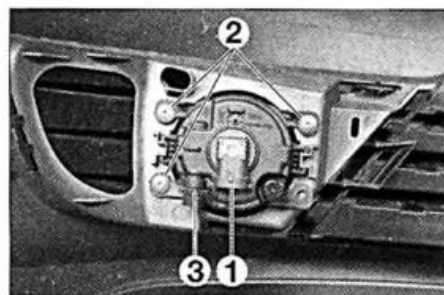

FIG. 10
- Sacar el conector (1) (fig. 10).
- Desmontar los tornillos (2).
- Proceder al reglaje del proyector antiniebla con la moleta (3) (fig. 10).